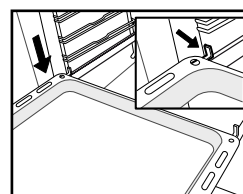

Fig. 5
5. Placera tillbehören på löparen (fig. 5, 6).